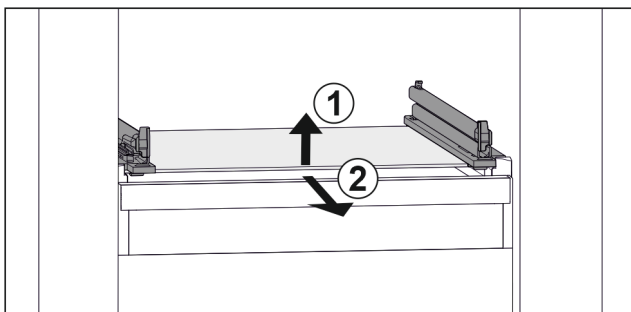

Fig. 139 Rappresentazione esemplificativa del ripiano in vetro
- ▶ Sollevare il ripiano in vetro dal davanti. Fig. 139 (1)
- ▶ Rimuovere il ripiano in vetro tirando in avanti. Fig. 139 (2)